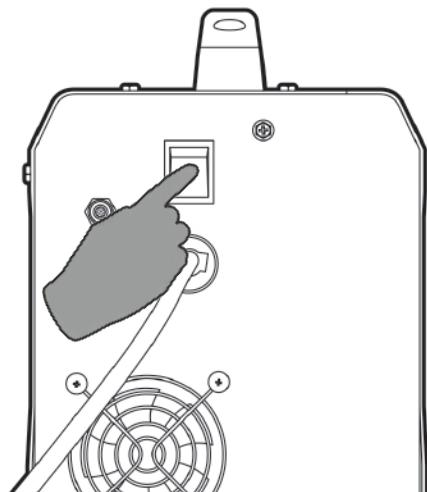

Рис. 11.4. Включите аппарат.
- 3.** Включите сварочный аппарат (см. рис. 11.4).